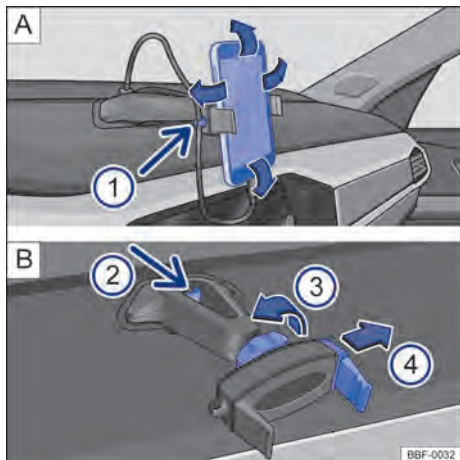

Fig. 168 No console central: suporte para telefone celular e ajustes.
- Segurar o suporte com uma mão e pressionar o botão de destravamento → **Fig. 168 B ②** (seta).
- Com a haste → **Fig. 168 B ④** deslocar no sentido da seta, e instalar o telefone celular no alojamento.
- Com a outra mão deslocar a haste → **Fig. 168 B ④** até que seja possível remover o aparelho do alojamento.
- Colocar o cabo USB na entrada carregador USB do suporte existente no painel de instrumentos → **Fig. 168 A**.
- Prender o cabo no suporte → **Fig. 168 A ①**.
- Para liberar o movimento do suporte, girar a trava → **Fig. 168 B ③** no sentido contrário da seta.
- Para fixar a posição, girar a trava no sentido da seta **③** → **Fig. 168 B** até a fixação total do suporte.
O suporte para telefone celular tem garantia de 3 anos, com exceção da haste deslizante (garra) → Fig. 168  ④ que tem garantia de 1 ano.